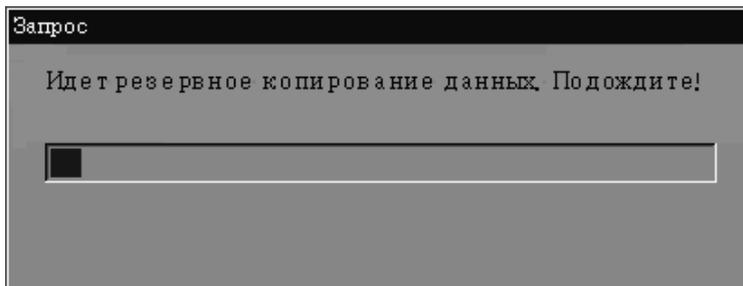

Рис. 10-30 Диалоговое окно
7. После опорожнения анализатор автоматически приступит к резервному копированию данных, и откроется диалоговое окно (Рис. 10-30).